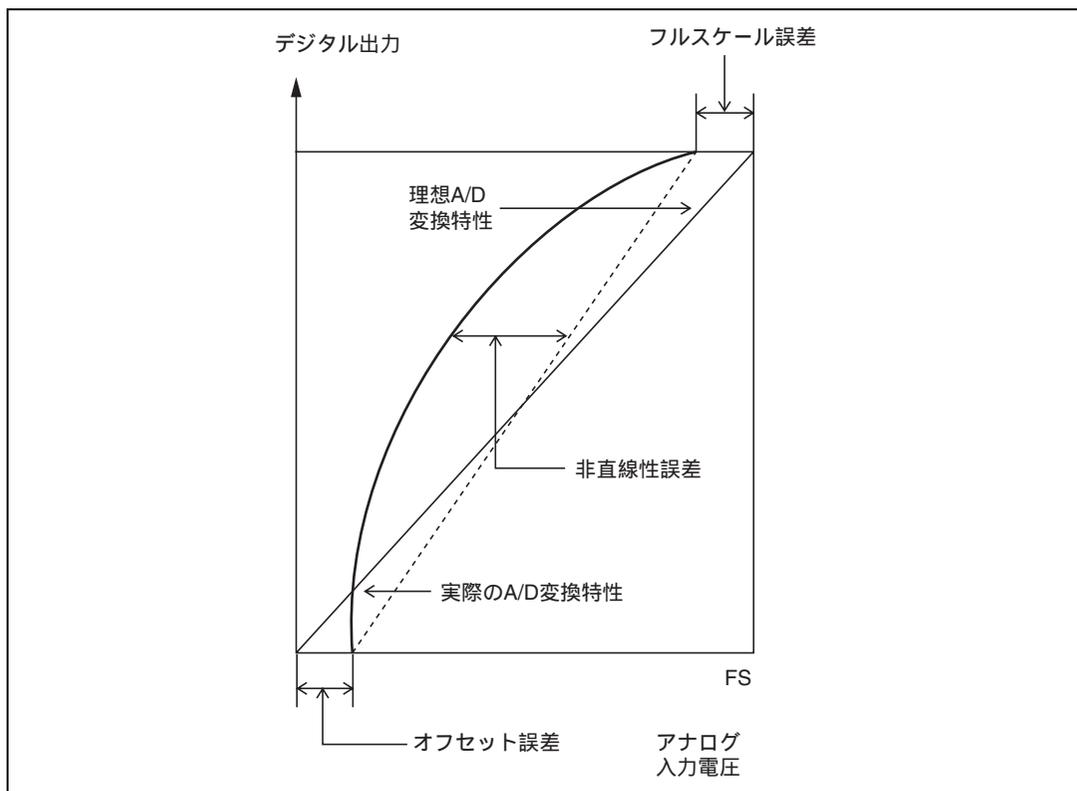

図 14.10 A/D 変換精度の定義 (2)
- オフセット誤差.....デジタル出力が最小電圧値 000000000 から 000000001 に変化するときのアナログ入力電圧値の理想 A/D 変換特性からの偏差 (図 14.10)。
- フルスケール誤差...デジタル出力が 111111110 から 111111111 に変化するときのアナログ入力電圧値の理想 A/D 変換特性からの偏差 (図 14.10)。